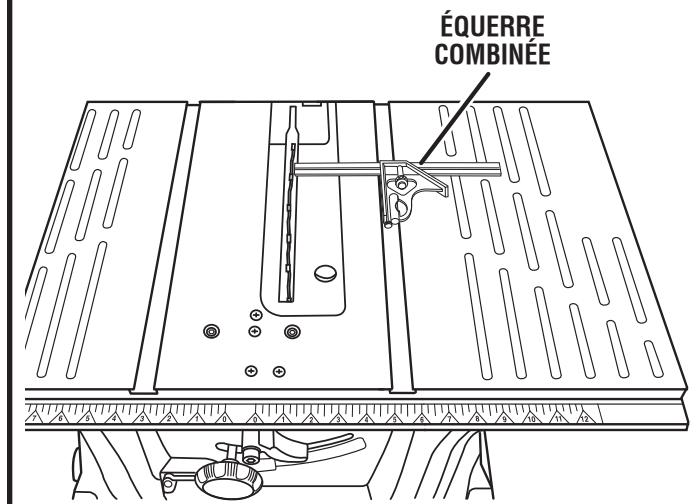

Fig. 31
- Tracer un repère à côté de l'une des dents de l'avant de la lame. Placer une équerre combinée au ras de l'avant de la table et du côté de la lame, comme illustré à la figure 31.